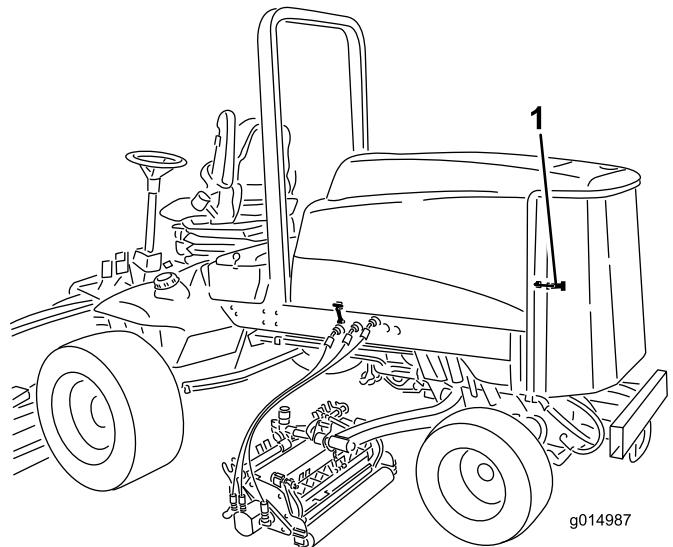

Figura 97
1. Sbloccate la griglia posteriore ed apritela (Figura 97).